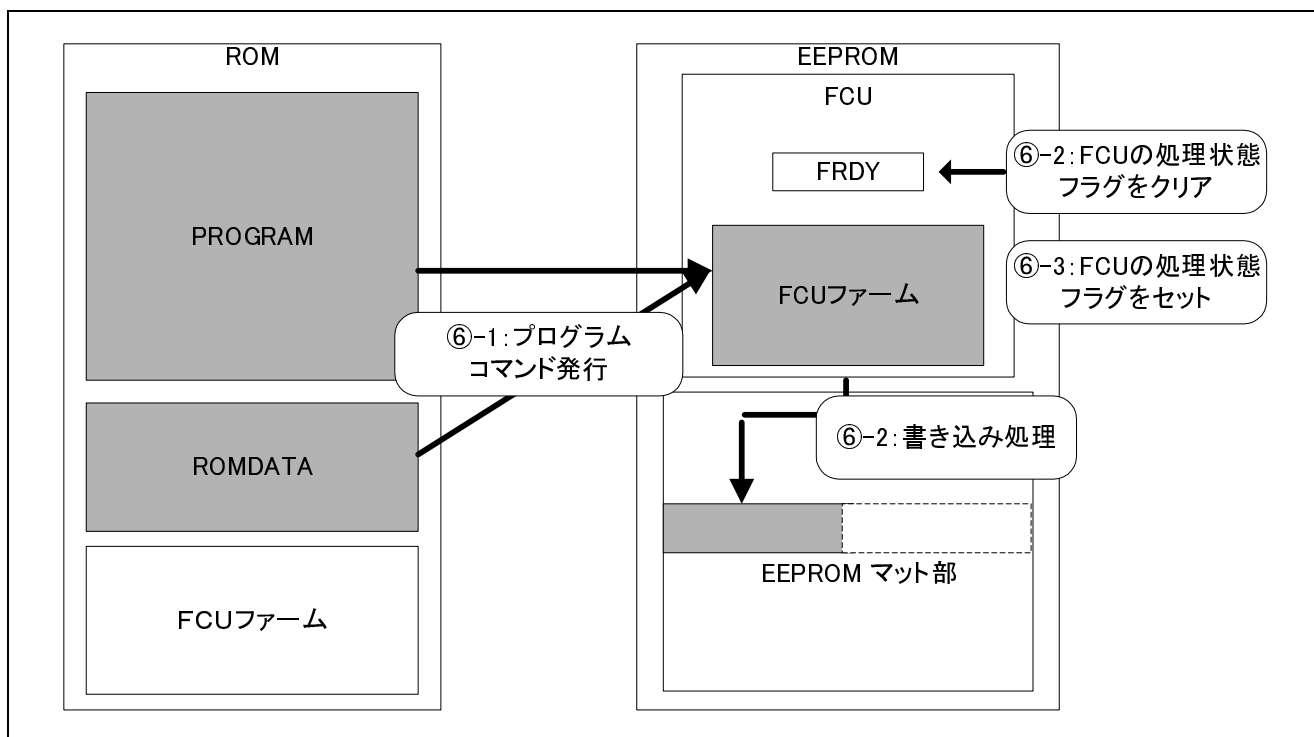

図 3.5 データ書き込みのイメージ図
- ⑥ プログラムコマンドの発行による、書き込み対象領域へのデータ書き込み
- ⑥-1:表 3.3 に示した順で、FCU にプログラムコマンドを発行します。
- ⑥-2:FCU が正常にプログラムコマンドを受けると、コマンドが発行されたアドレス領域にデータの書き込み処理を行います。書き込み処理が行われている間はFRDYが自動的に0にクリアされます。
- ⑥-3:書き込み処理が終了するとFRDYに1がセットされます。
- 図 3.5 にデータ書き込みのイメージ図を示します。